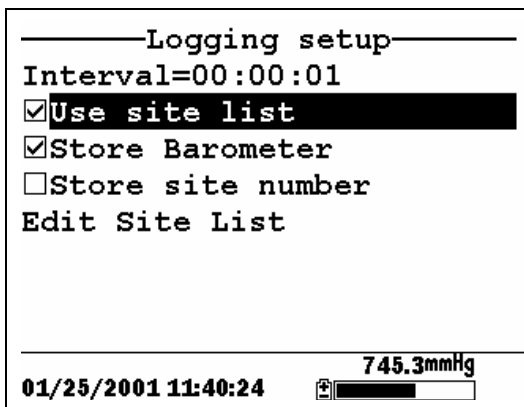

图 9.6 Logging Setup Screen
- 3.按 **Enter** 键。在 use site list 选项前的方框中将出现一个对勾，同时，在其下方将出现两行新的命令行。见图 9.6 记录设置窗口。
- 2.使用键头按钮选中编辑采样点列表 (**Edit Site List**) 选项。见图 9.6 Logging Setup Screen。